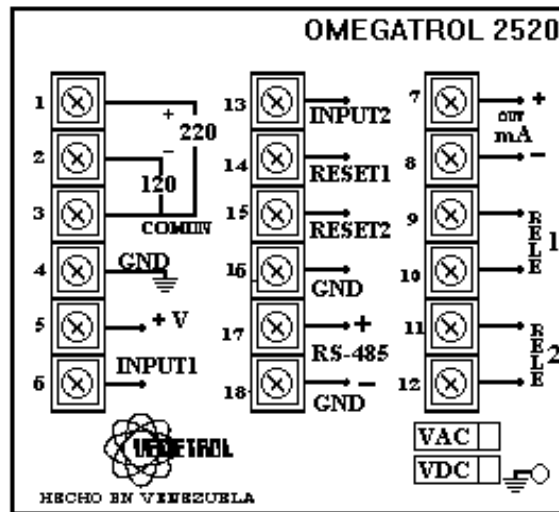

Fig. 5.1.- Diagrama General de Conexiones.
- C. Efectuar las conexiones de los sensores, contactos de relé y la alimentación según el esquema dado en el “Diagrama general de Conexiones” mostrado en la fig. 5.1
Nota 1: El alimentar inapropiadamente puede causar daños al instrumento. Para 120 Vac, tomar nota de la regleta de la selección de voltaje ver fig. 5.1